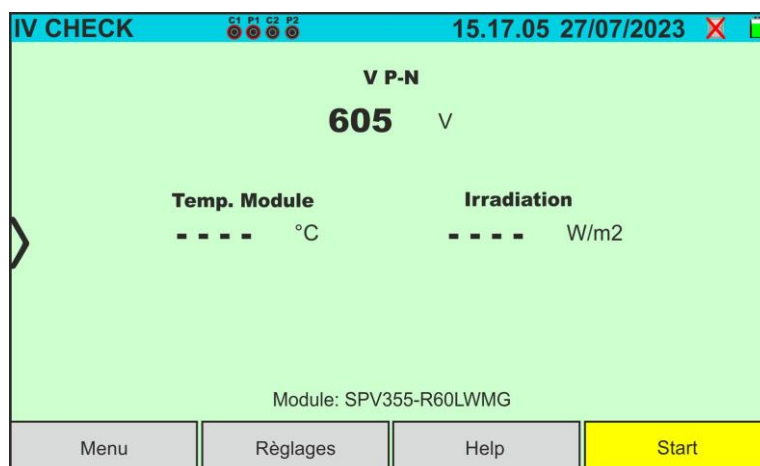

Fig. 47: Écran initial de test IVCK sans unité distante sur les modules Monoface
4. Dans le cas de modules **Monoface**, l'écran de la Fig. 47 est présent à l'écran. Les paramètres suivants sont affichés :